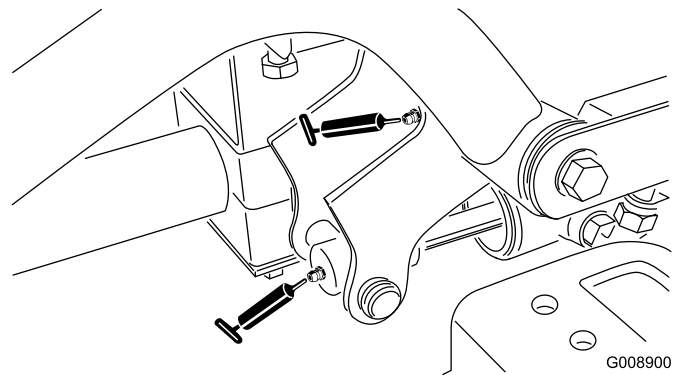

Figure 37
- 2 pivots de bras de levage avant droit et vérin de levage (Figure 37)